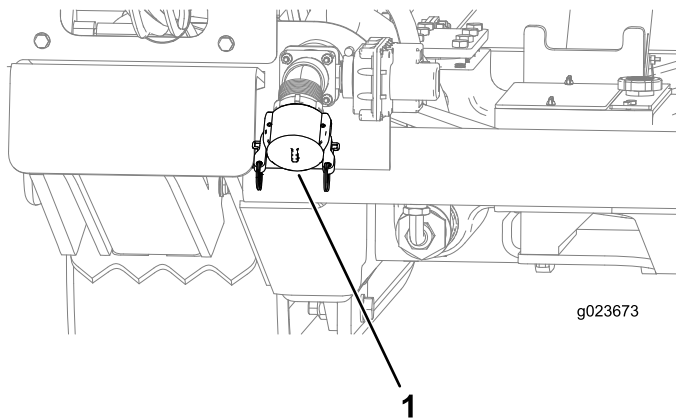

**Bild 128**
- B. Stellen Sie sicher, dass der Deckel am Zulauf der Bohrflüssigkeitspumpe angebracht ist (Bild 128).